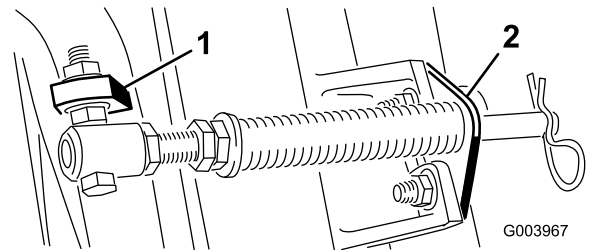

图5
- C. 将弹簧管栓安装到承载架的另一个凸耳上，并使用凸缘螺母固定。螺栓头朝向凸耳外侧，如图 5 所示。
- D. 使用车身螺栓和螺母将杆支架固定到滚刀组凸耳上（图5）。